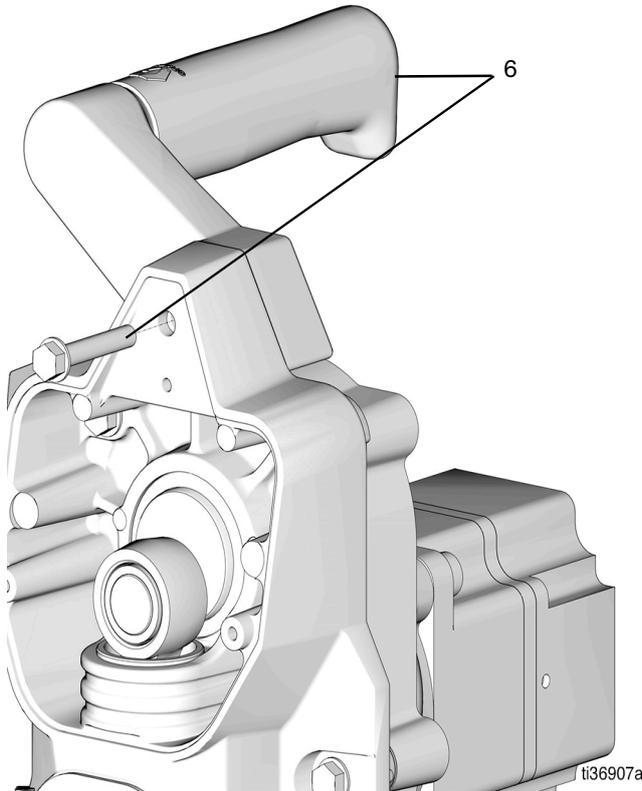

図 13
13. ネジ (6) を使用してハンドル (6) を固定して、しっかりと締め付けます (図 13)。